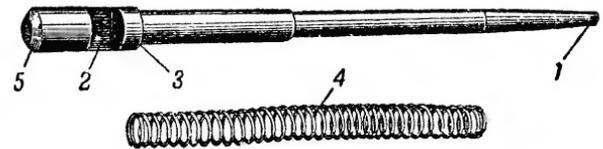

Рис. 25. Ударник с пружиной:
**26. Ударник** (рис. 25) служит для воспламенения патрона. Он имеет: боек, наносящий удар по капсюлю; поперечный вырез, через который проходит штифт; выступ для упора конца пружины и задний за-